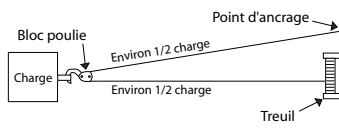

Figure 2
2. POUR LES CHARGES PLUS IMPORTANTES, UTILISEZ L'ASSEMBLAGE PALAN ET CROCHET AFIN D'AVOIR UNE LIGNE DOUBLE DE CÂBLE MÉTALLIQUE (Fig. 2). Ceci réduit d'environ 50% la charge sur le treuil et le stress sur le câble métallique. Rattachez toujours le crochet à un point suffisamment robuste pour supporter la charge. Utilisez uniquement un assemblage palan et crochet homologué par le fabricant.